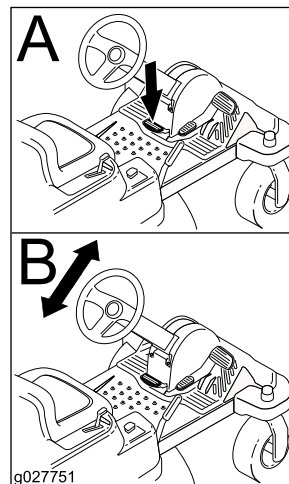

Figura 16
2. Mueva el volante a la posición deseada (Figura 16).